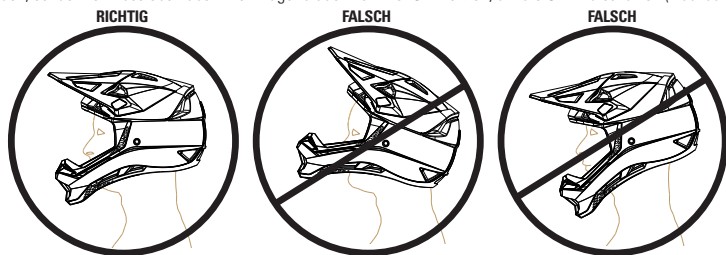

Abbildung 2
- Stellen Sie sicher, dass der Helm korrekt auf Ihrem Kopf sitzt; er darf nicht nach vorn oder hinten gekippt getragen werden, sondern er muss eben über Ihren Augenbrauen vor Ihrer Stirn sitzen, um die Stirn zu schützen (Abbildung 2).